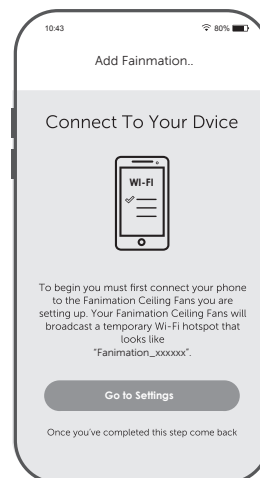

Figura 5
- ☐ **5.** En este paso, el receptor WiFi de su ventilador de techo debe estar instalado y dentro del rango de su router WiFi. Con la App abierta, seleccione “añadir dispositivo”. (Figura 5)